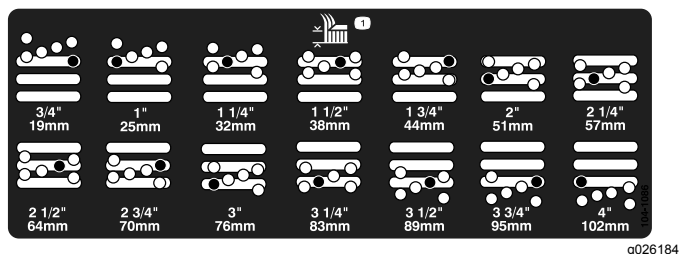

Figura 17
5. Mova a câmara para a altura de corte desejada e instale o espaçador no orifício e ranhura da altura de corte designada (Figura 17).